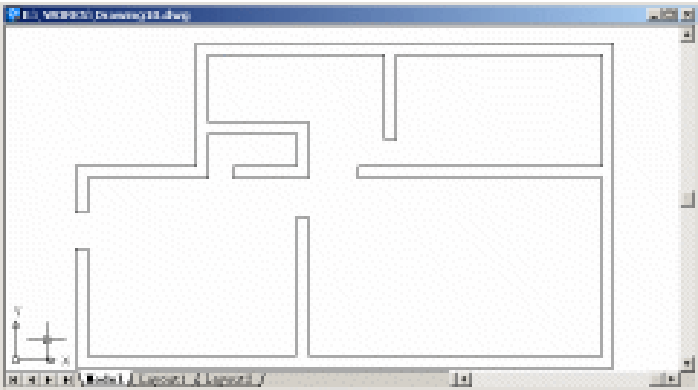

图 10.5 封闭复合线
(3) 用 LINE 命令, 封闭复合线, 如图 10.5 所示。